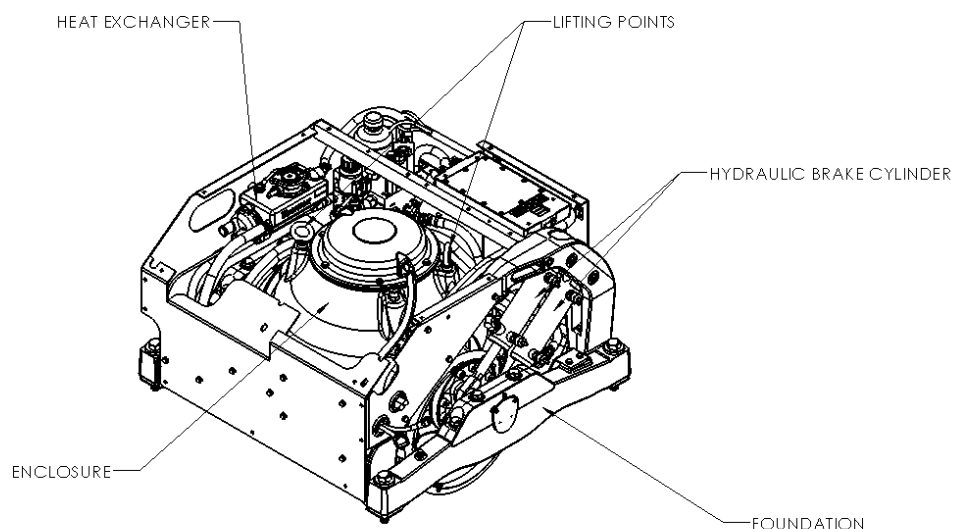

图 1 - SEAKEEPER 3
- 在使用/安装 Seakeeper 总成时，请保护外露的液压制动缸活塞杆（请参阅图 1），保护其免遭刮伤或受到损坏，因为这可能会导致密封件过早失效，并会导致漏油。